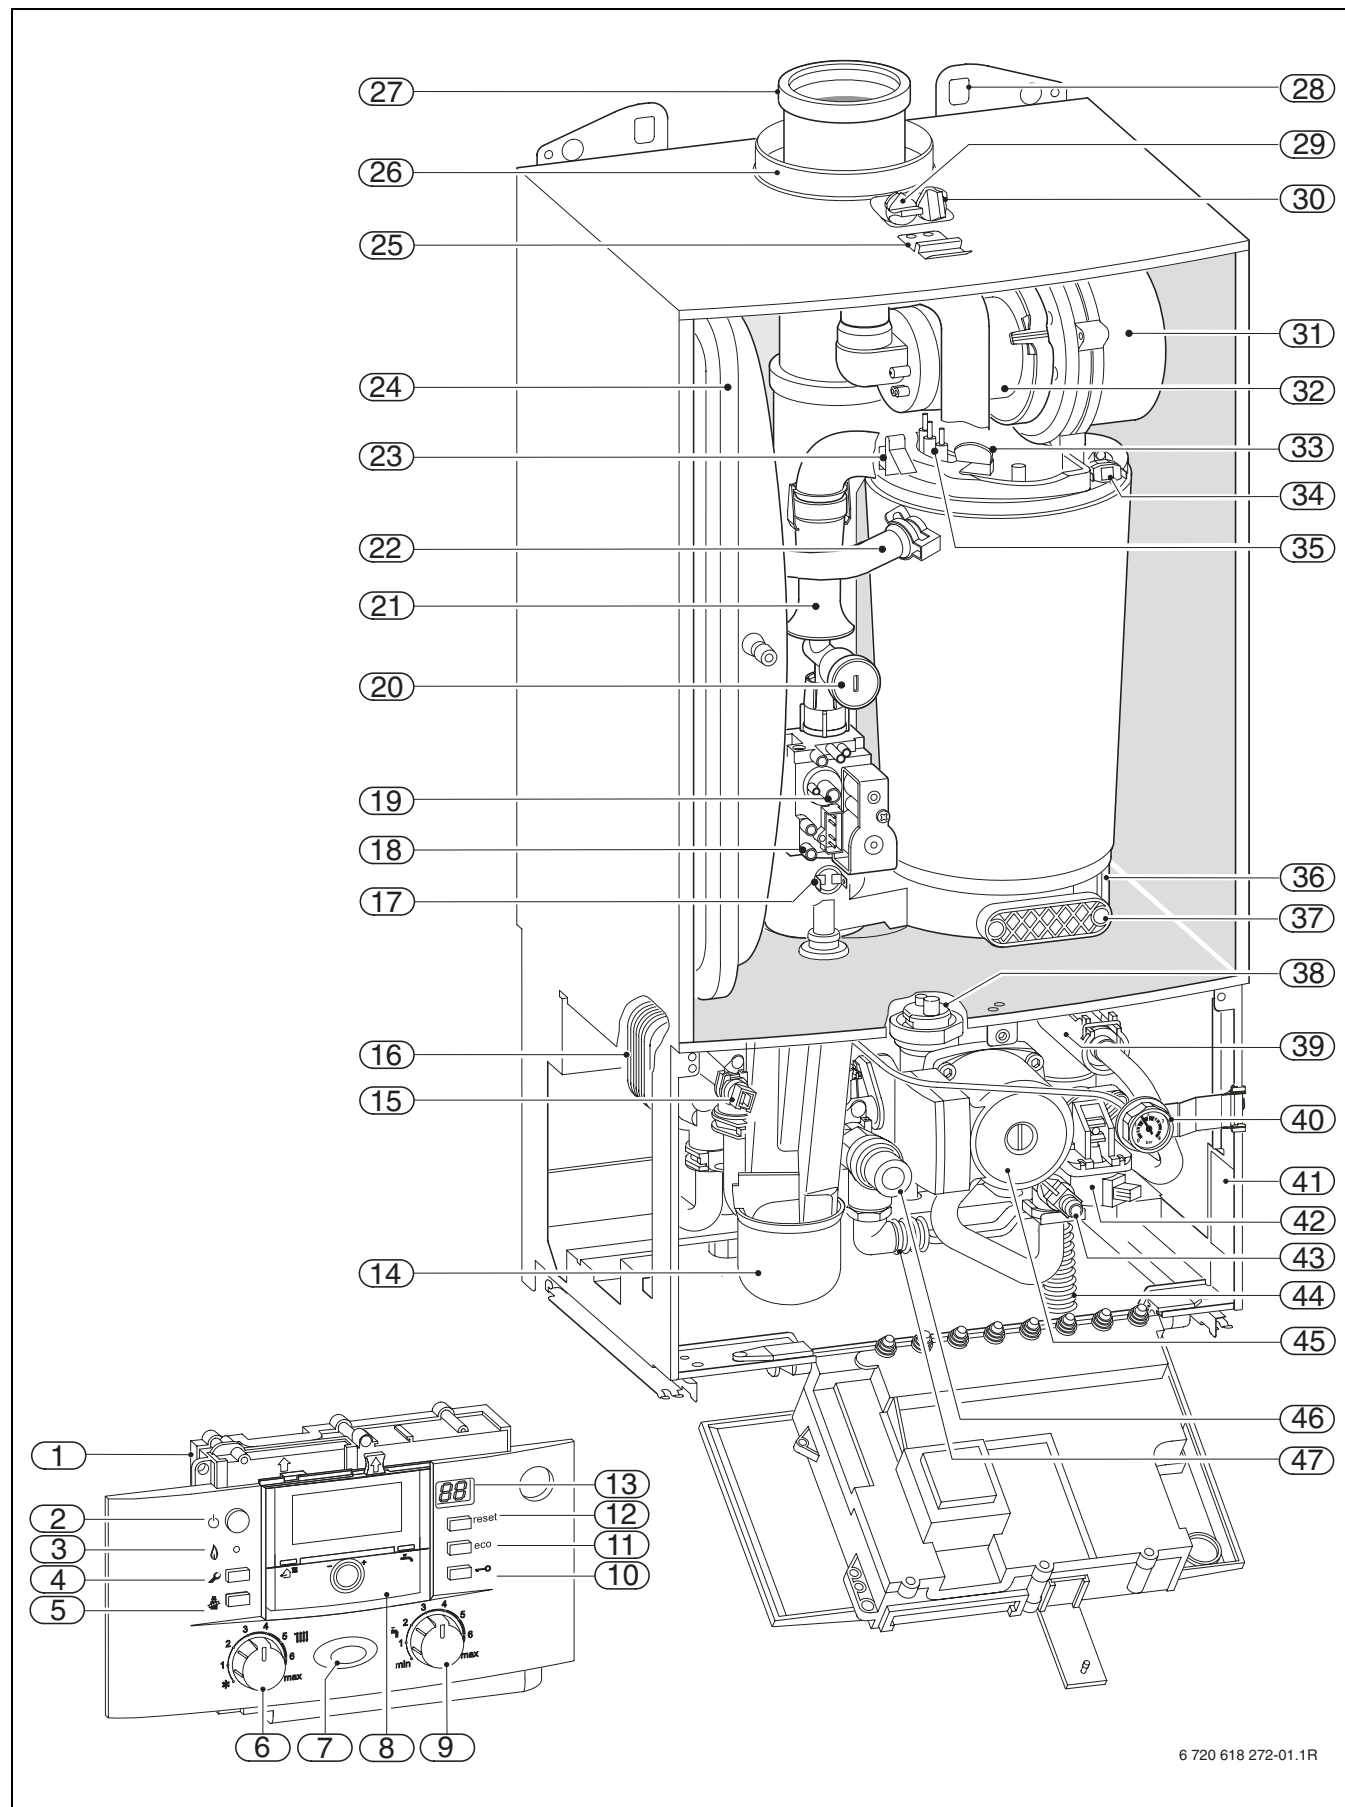

Bild 3
Das Typschild (41) befindet sich innen rechts unten am Gerät (→ Bild 3, Seite 10).
Legende zu Bild 3: